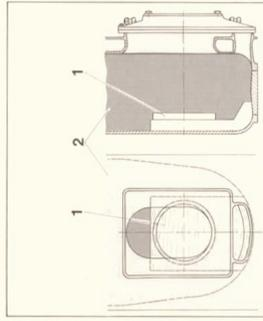

Abb. 18
- Flammenleitteil (1) gemäß Abb. 18 im Feuerraum (2) aufstellen. (Nur bei unit 19).